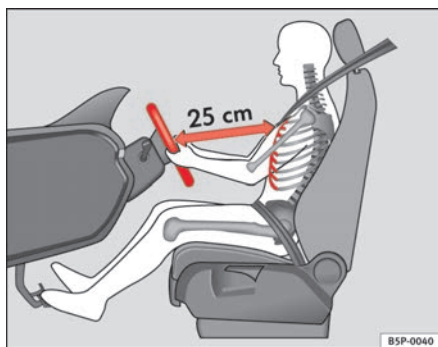

Abb. 1 Der richtige Abstand des Fahrers vom Lenkrad
- Stellen Sie das Lenkrad so ein, dass der Abstand zwischen Lenkrad und Brustkorb mindestens 25 cm beträgt ⇒ Abb. 1.
⇒ Seite 9, Abb. 1. Beträgt der Abstand weniger als 25 cm, kann Sie das Airbag-System nicht richtig schützen.